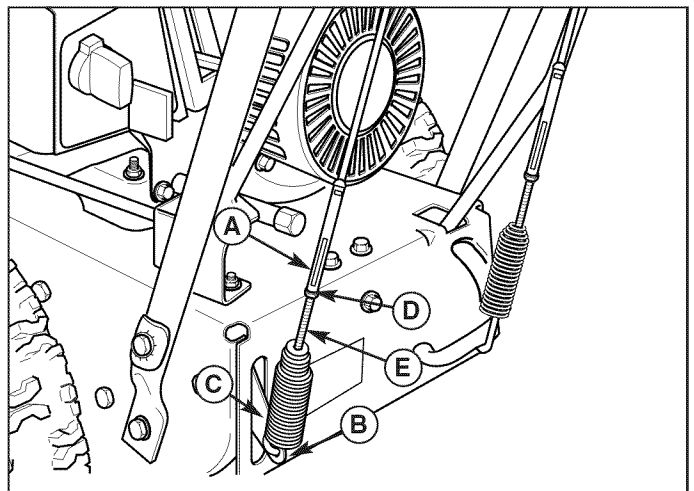

Figure 21. Réglage de la commande de traction (modèles à guidon tubulaire)
- Pour régler la tension du câble, desserrer l'écrou de réglage (D, Figure 21) en tenant les méplats de réglage (A). Tourner la vis de réglage. La vis de réglage est une vis Phillips dont la tête peut être immobilisée ou tournée en introduisant un tournevis à travers le ressort du câble d'embrayage de traction.